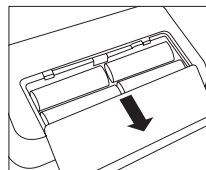

Fig. 1
- Ouvrez le couvercle du compartiment à piles situé sous l'appareil (voir la fig. 1). Insérez les piles (voir le chapitre 13 « Caractéristiques techniques »). Veillez à faire correspondre les polarités « + » et « - ». Refermez le couvercle du compartiment à piles. L'appareil passe automatiquement à la fonction Date/Heure et dès la première application, le chiffre « 31 » est affiché à l'écran pour le jour, et le chiffre « 12 » pour le mois. La date préréglée est par conséquent le 31 décembre. Réglez désormais la date et l'heure tel que décrit ci-dessous.